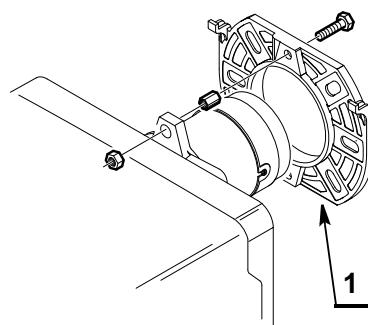

Fig. 7
- insérer sur la bride 1) la vis et les deux écrous (voir Fig. 7) ;